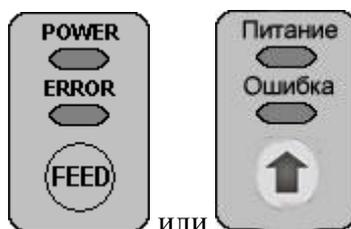

Рисунок 3 Индикаторная панель
3. Закрепите интерфейсный кабель при помощи винтов, как показано на Рис. 3.